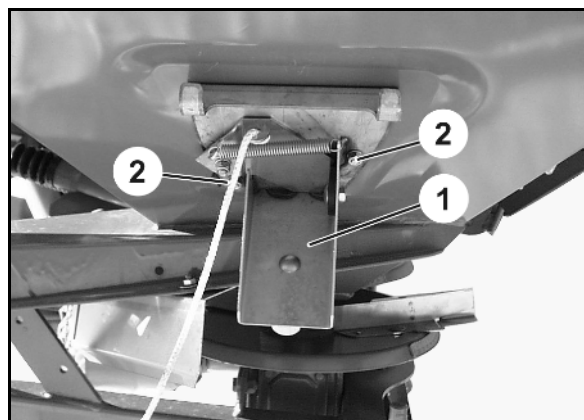

図 42
1. プラスチック製の栓 (図 42/1) を取り外します。